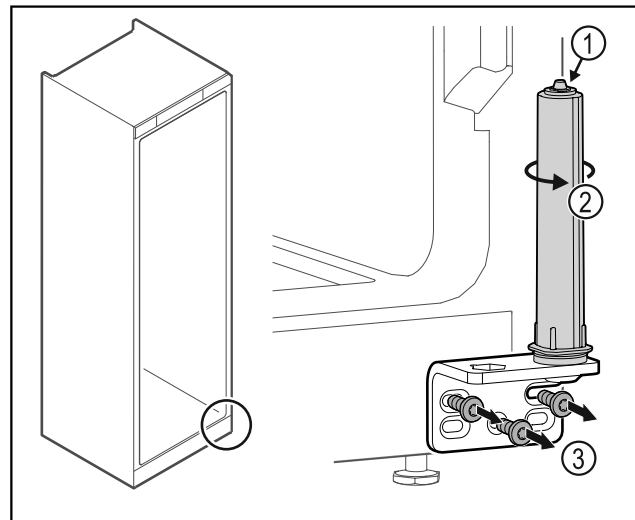

Fig. 46
- ▶ Non disassemblare il sistema di chiusura della porta Fig. 46 (1).
- ▶ Ruotare il sistema di chiusura Fig. 46 (2) finché non si innesta con un clic.
- ▶ Svitare la cerniera angolare Fig. 46 (3).